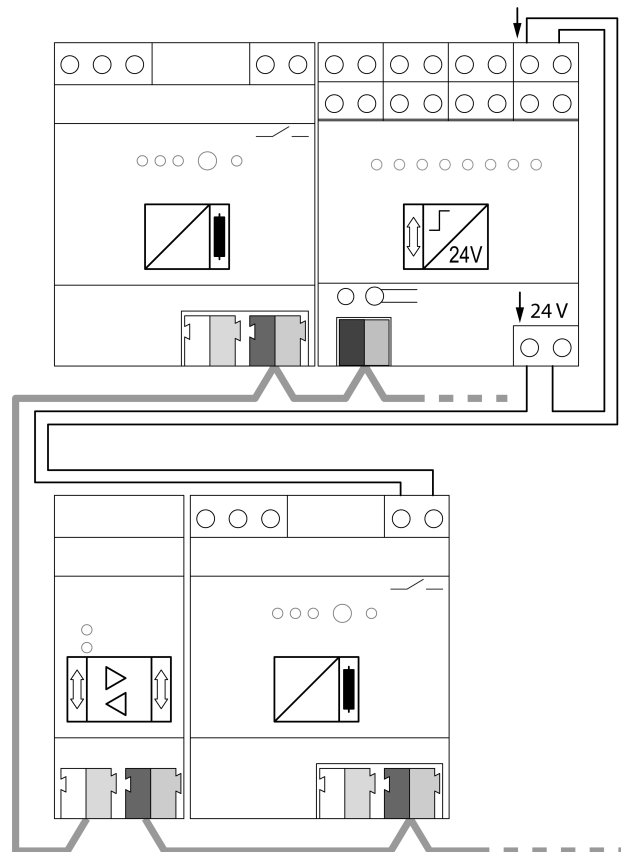

Bild 6: Användningsexempel – digital KNX-ingång på huvudlinjen för registrering och central signalering av diagnosmeddelanden.
- Anslut den digitala KNX-ingången enligt anslutningsexemplet (Bild 6).